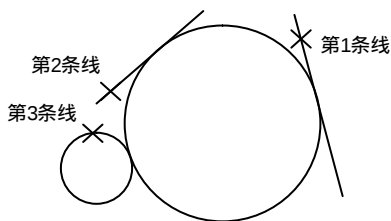

图 3-23 草绘3点相切圆
【例3-8】 草绘相切圆，如图3-23所示。
- (1) 在【圆】工具箱中单击【3相切】按钮，使其处于按下状态。
- (2) 在图形区中单击第1个图元，如图3-23所示。
- (3) 在图形区中单击第2个图元，如图3-23所示。
- (4) 在图形区中单击第3个图元，如图3-23所示。
- (5) 若继续草绘3点相切圆，执行步骤(2)~步骤(4)，否则执行步骤(6)。
- (6) 单击鼠标中键，结束草绘3点相切圆操作，回到选择状态。此时【草绘器工具】工具栏中的【选择】按钮应处于按下状态。